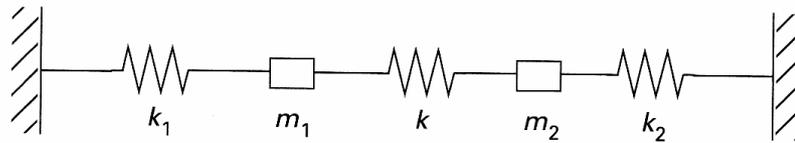

Fig.6
5. A partir des équations de Lagrange, établir les équations différentielles du mouvement des masses  $m_1$  et  $m_2$  (voir Fig.6).